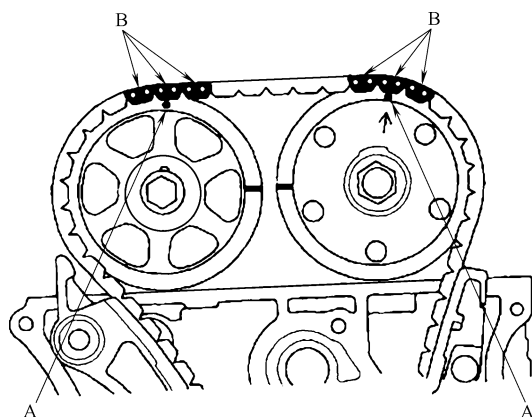

图 23-136 标记 A 与 3 个标有颜色的链节的中央部分对齐
6) 把正时链条安装到气门正时控制执行器和排气凸轮轴链轮上, 并按照图 23-136 所示, 使标记 A 与 3 个标有颜色的链节的中央部分对齐。